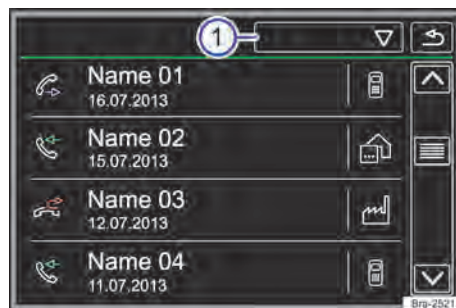

Fig. 143 Menu Chamadas (listas de chamadas).
Tocar na superfície de função  → Fig. 143 ①.